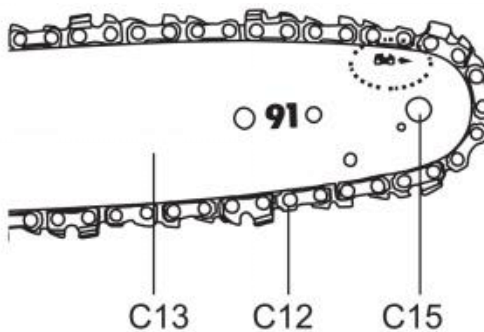

Fig. 11
7) Die Bewegung der Sägekette erfolgt wie durch den Pfeil angezeigt (Abb. 11). Stellen Sie sicher, dass die Sägekette (C12) richtig über dem Kettenrad (C15) der Führungsschiene (C13) liegt. (Abb.11)